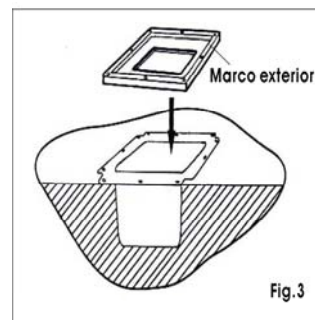
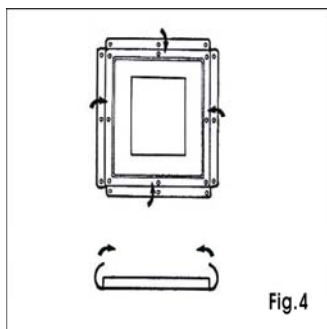
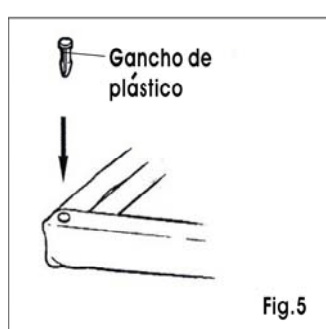

Fig.3
Fig.4
Fig.5
4. Coloque el marco exterior encima de los costados de la cubeta con revestimiento de PVC para que quede centrada en el agujero (Fig. 3). Doble los costados de la cubeta con revestimiento de PVC en el marco exterior (Fig. 4). Alinee los agujeros en los costados de la cubeta con revestimiento de PVC con los agujeros en el marco exterior y use los ganchos de plástico para asegurar la cubeta con revestimiento de PVC (Fig. 5).